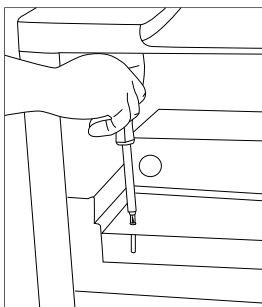

Рис.4
1. Снимите защиту от щепок открыв винты. (Рис.4)